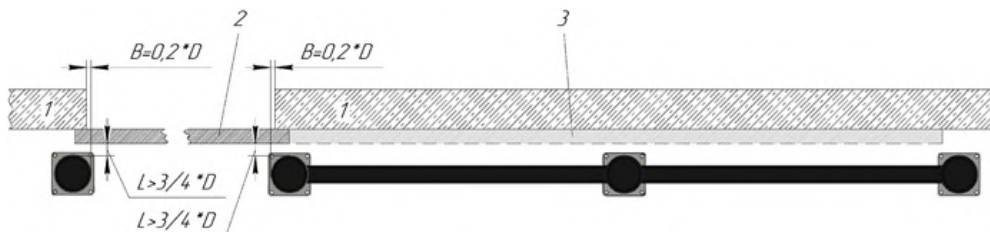

Рисунок 8. Відстані, що рекомендується дотримуватися під час монтажу бар'єра.
У процесі встановлення бар'єрів BV140/1000, BRD140 і BRD140(01) необхідно дотримуватися рекомендованої відстані від об'єктів, що захищаються (рисунок 8).